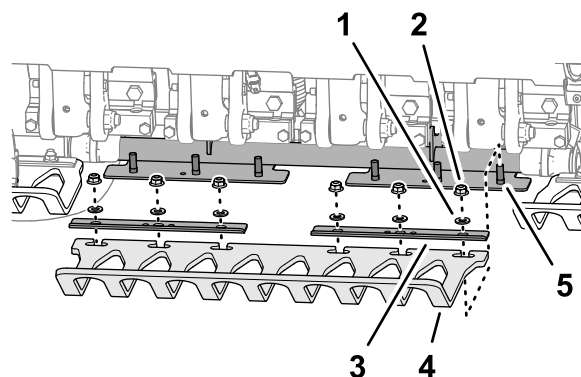

Figura 39
**Nota:** Le fascette, le rondelle e i dadi di bloccaggio flangiati delle protezioni del tappeto erboso sono spediti di fabbrica fissati alle staffe (Figura 39).